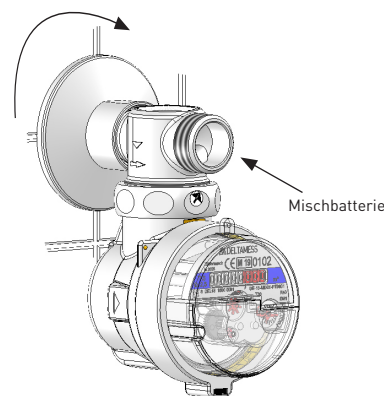

Bild 2 (Montage Mischbatteriezähler)
- Die Überwurfmutter mit einem Gabelschlüssel (SW 32) anziehen (*Bild 2*).